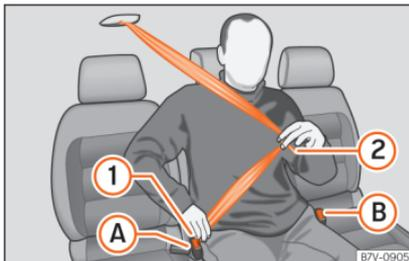

Abb. 14 Sicherheitsgurt am mittleren Sitz in der zweiten Sitzreihe anlegen.
- Gurtband an der Schlosszunge »» **Abb. 14** ① nach unten ziehen. **Den** Gurt nicht verdrehen »» ⚠.
- Schlosszunge ① fest in das zum Sitzplatz gehörende Gurtschloss **(A)** stecken.
- Gurtband an der Schlosszunge »» **Abb. 14** ② über das Becken des Insassen ziehen.
- Schlosszunge ② fest in das zum Sitzplatz gehörende Gurtschloss **(B)** stecken.
• Rote Taste im Gurtschloss drücken »» **Abb. 14** **(A)**. Die Schlosszunge springt heraus.
• Rote Taste im Gurtschloss drücken »» **Abb. 14** **(B)**. Die Schlosszunge springt heraus.